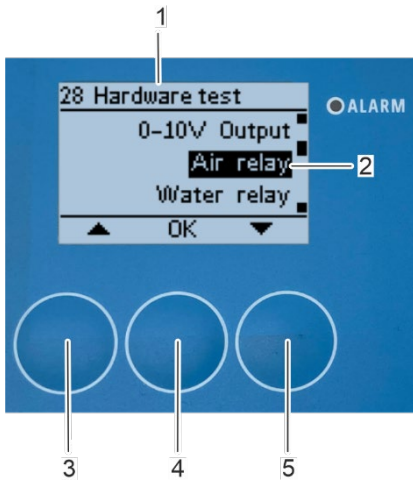

Abbildung 144: Öffnen Untermenü „Luftrelais“
⇒ Auf dem Bildschirm erscheint wieder das Untermenü "28 Test der Hardware" (Abbildung 144/1) und der Rotor wird bis zum Stillstand abgebremst.
1. Wählen Sie das Untermenü „Luftrelais“ (Abbildung 144/2) mit den Pfeiltasten [nach oben] (Abbildung 144/3) und [nach unten] (Abbildung 144/5).
2. Bestätigen Sie die Auswahl mit [OK] (Abbildung 144/4).